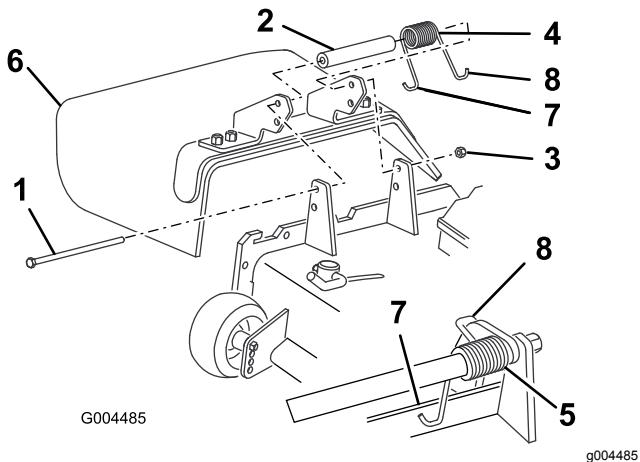

Figura 36
1. Retire a porca de bloqueio, o parafuso, a mola e a cunha que fixam o defletor aos apoios de articulação (Figura 36). Se o defletor de relva estiver danificado ou gasto, retire-o.
Nota: Certifique-se de que a extremidade em L da mola está montada por trás da extremidade da unidade de corte antes de colocar o parafuso como se mostra na Figura 36.
3. Coloque o parafuso e a porca. Coloque a extremidade em gancho J da mola em torno do defletor de relva (Figura 36).